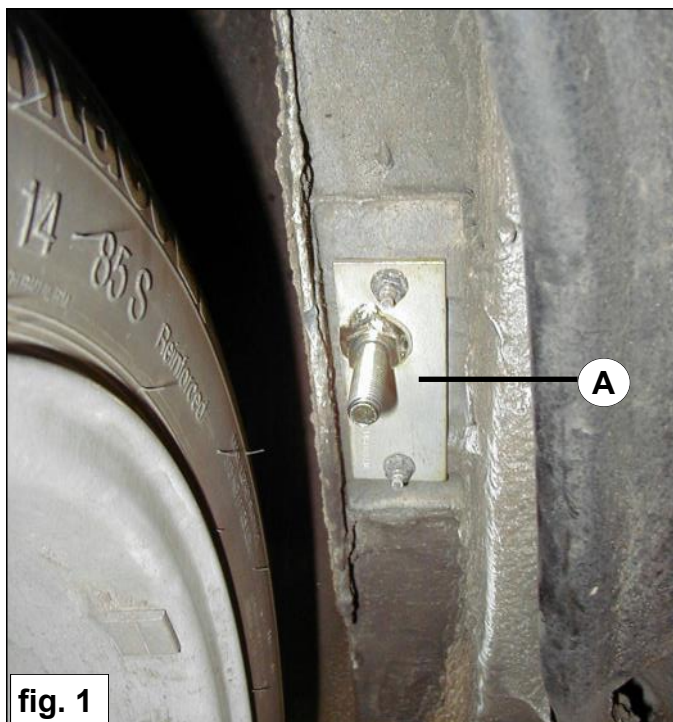

fig. 1
4. Montera fäste **A** på chassibalken med bulten pekande mot bilens bakåre. Se fig. 1